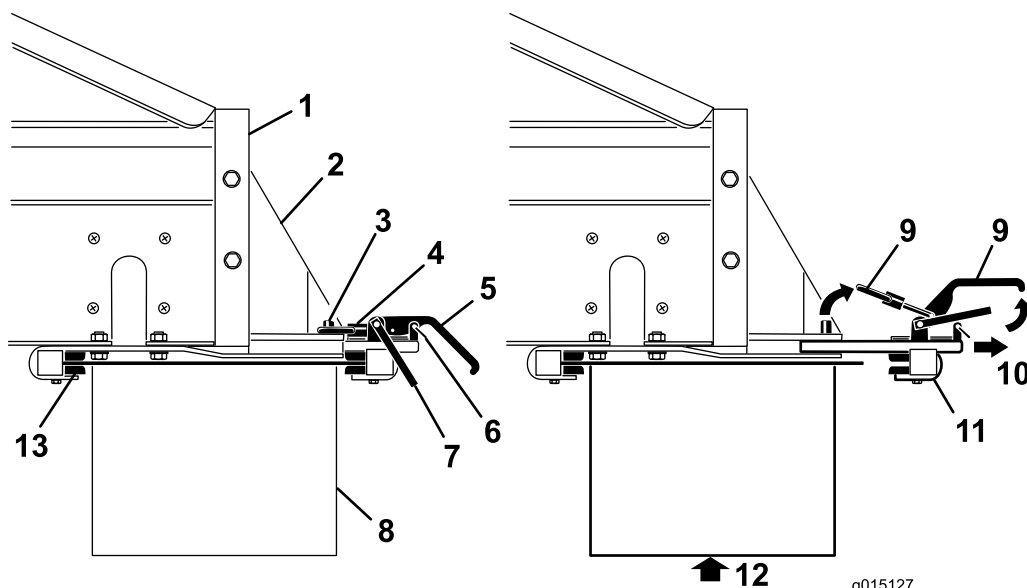

Figura 15
1. Rimuovete le clip dei fermi di sicurezza dalle maniglie di attacco (Figura 15).
2. Sollevate il fermo di sicurezza, poi le maniglie di attacco dell'accessorio e liberate gli anelli di bloccaggio dai perni di bloccaggio ((Figura 15).
3. Estraiete il gruppo di attacco posteriore dell'accessorio dalle fessure di attacco rapido (Figura 15).
4. Con l'aiuto di una persona, inserite il bordo anteriore dell'attrezzo opzionale sopra e sotto la parte posteriore della macchina nei morsetti anteriori sulle staffe (Figura 15).
5. Sostenete l'attrezzo opzionale, facendo scorrere contemporaneamente il gruppo di attacco posteriore dell'accessorio nelle fessure delle staffe, sulla parte posteriore (Figura 15).
7. Montate le clip dei fermi di sicurezza sulle maniglie di attacco (Figura 15).